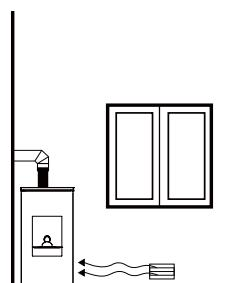
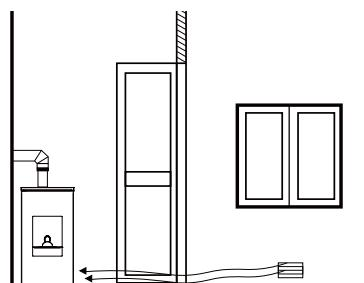

FIG. 1a: DIRECTEMENT DE L'EXTÉRIEUR
FIG. 1b: PAR VOIE INDIRECTE, DEPUIS LE LOCAL ADJACENT
**Il est obligatoire de prévoir une prise d'air extérieure adaptée permettant l'apport de l'air comburant nécessaire au fonctionnement correct du produit.** L'afflux de l'air entre l'extérieur et le local d'installation peut s'effectuer par voie directe au moyen d'une ouverture sur une paroi extérieure du local (**solution préférable, voir Fig. 1a**) ou bien par voie indirecte, en prélevant l'air de locaux contigus, équipés de prise d'air et en communication constante avec le local d'installation (**voir Fig. 1b**). Les chambres, les salles de bain, les garages, les locaux de l'immeuble communs et, en général, tout local à risque d'incendie ne peuvent pas servir de locaux contigus.